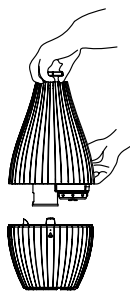

fig. 2
- Estrarre il serbatoio dell'acqua (fig. 2).